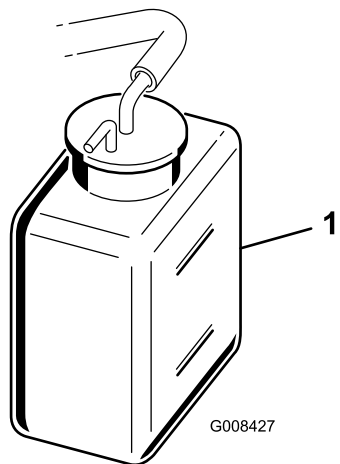

Figure 28
2. Vérifiez le niveau du liquide de refroidissement (Figure 28).